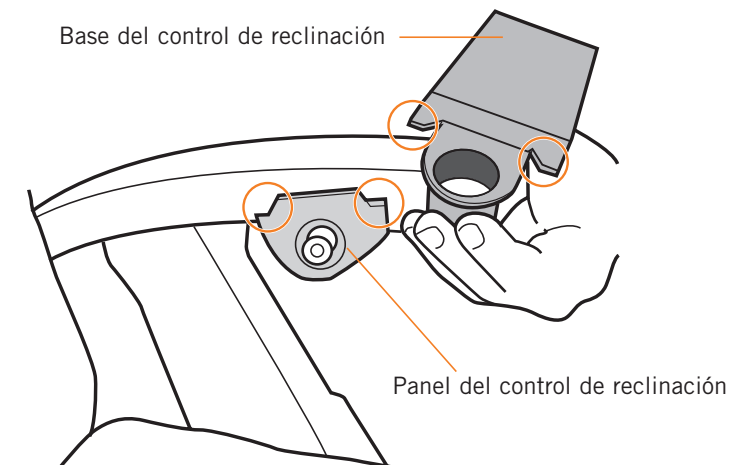

Fig.15
2. Observe la forma de la parte superior del panel de control de inclinación y la forma coincidente de la base de control de inclinación (Fig.15).